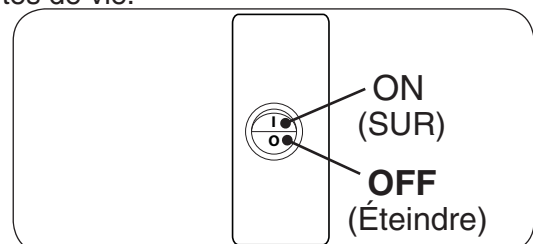

Fig. 18-1 Boîte de commutation, ON/OFF
1. Repérez l'interrupteur ON/OFF sur le devant de la boîte de commutation. Appuyez sur l'interrupteur en position **OFF (O)**. Voir Fig. 18-1.